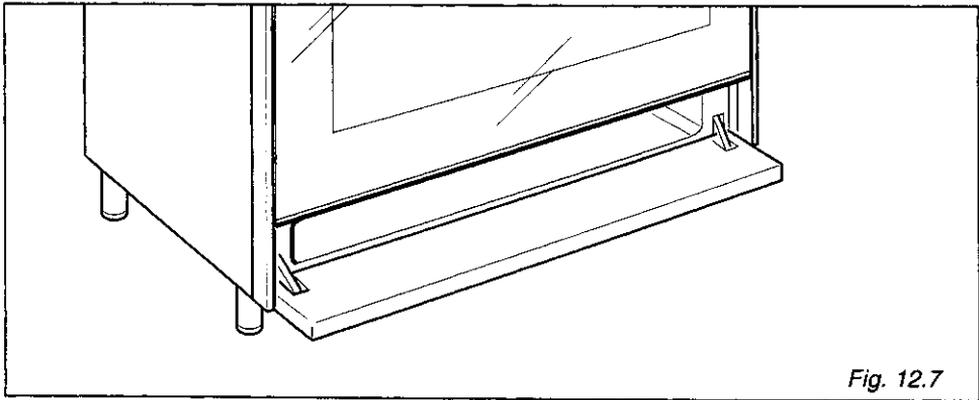

Fig. 12.7
The dishwarmer compartment is accessible through the pivoting panel (fig. 12.7).
*Il est possible d'accéder à l'espace chauffe-plats en ouvrant le panneau rabattable (fig. 12.7).*